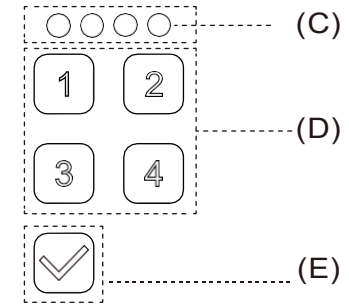

Figura 7
- Para desbloquear, introduzca la contraseña en el teclado numérico (D); los indicadores luminosos (C) se encenderán cada vez que introduzca el número. Pulsar (E) en el teclado cuando haya terminado de introducir la contraseña. (Figura 7)